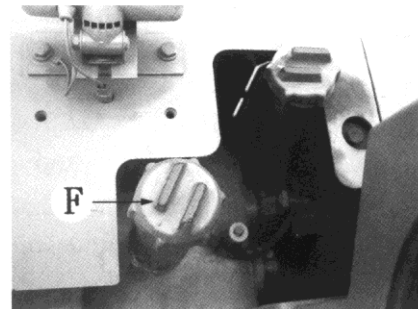

Рис. 6-27.
(3) Залейте указанное количество масла через горловину F (см. рис. 6-27).